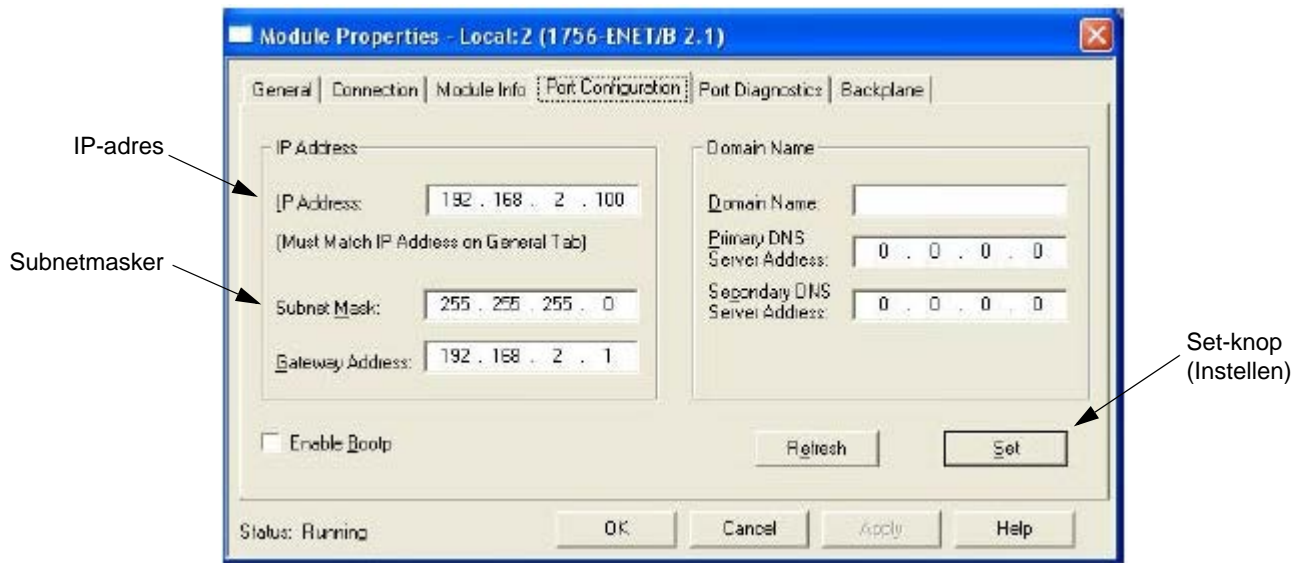

Fig. 71. Venster voor poortconfiguratie
- h. Selecteer het blad voor de poortconfiguratie op het scherm met module-instellingen. Zie FIG. 71.